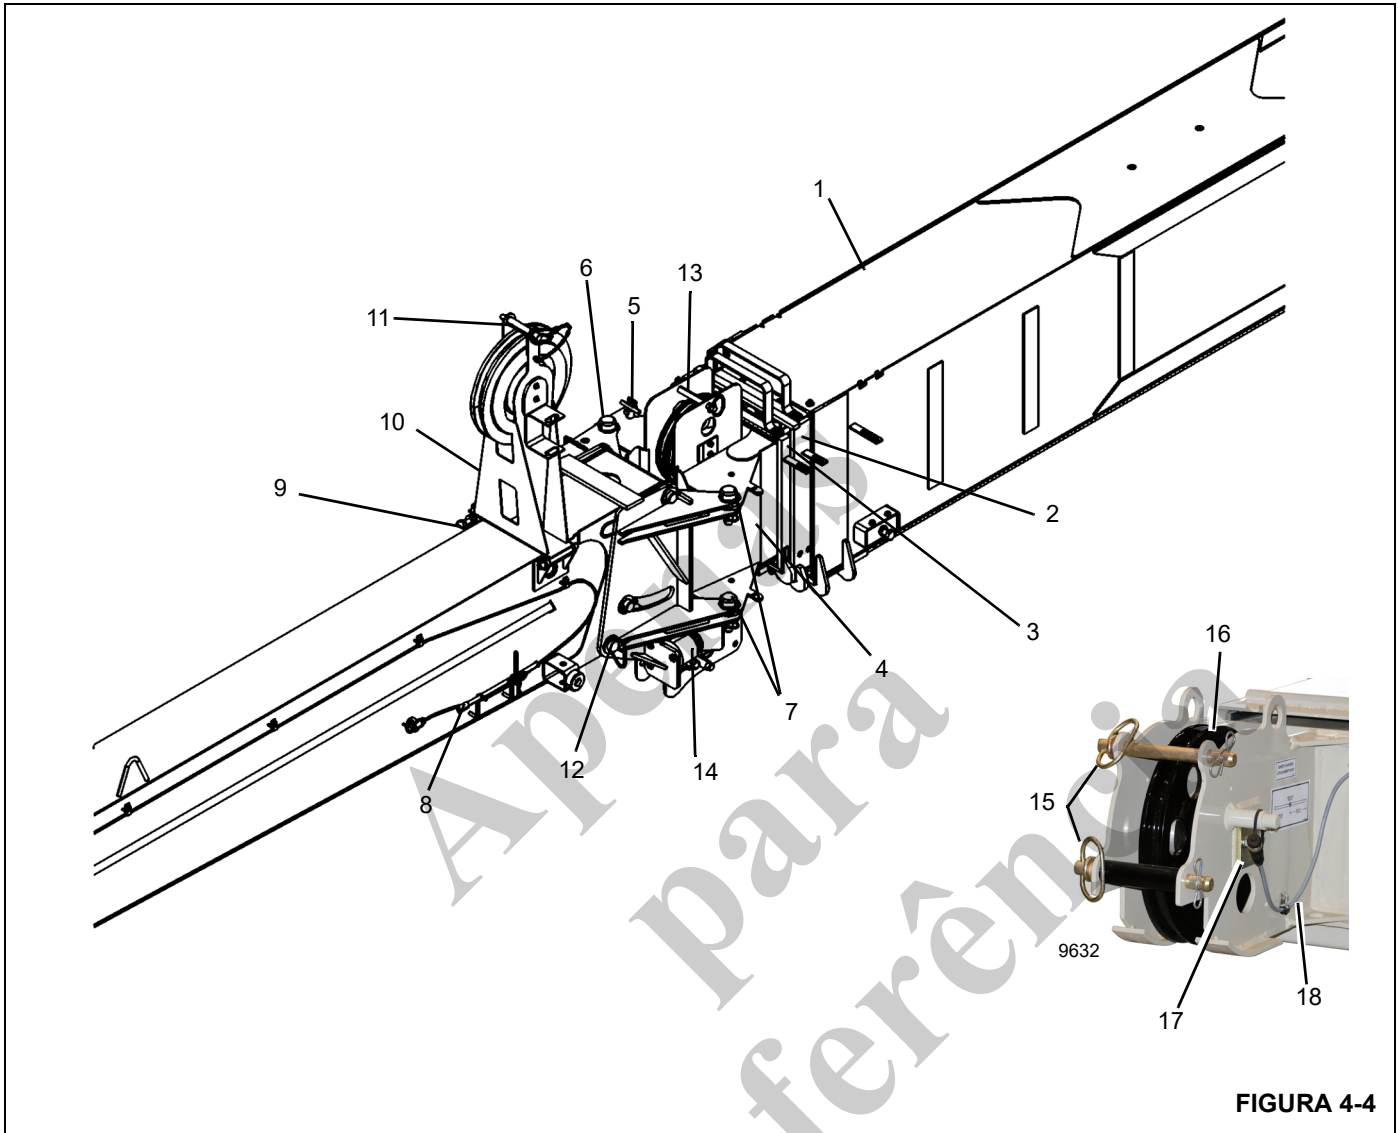

FIGURA 4-4
5. Localize a posição retraída dos pinos de fixação do lado esquerdo (7). Se nos furos do acessório do jib ou nos furos do jib da caixa de polias da lança, remova os pinos do local de armazenamento.
6. Verifique se o jib está engatado nos suportes de retração (dianteiro e traseiro) com o pino de retração (1) instalado e totalmente assentado antes de remover o pino de giro (5) da extremidade da lança.
7. Remova o pino de giro do jib (5) do olhal superior do jib.
9. Remova o pino de retração (1), retraia no suporte do gancho (3) e prenda com grampo de mola.
- c. Instale o pino de fixação inferior do lado esquerdo (7) e o grampo de mola.
- d. Abra a válvula de liberação do macaco e retraia o macaco (10).
17. Se ainda não o tiver feito, remova o retentor do cabo do conjunto do mastro (11, Figura 4-4). Remova os pinos de retenção do cabo e os pinos de trava (15) da ponta do jib. Passe o cabo de carga sobre o conjunto do mastro (10) e polia do jib (16) e instale o retentor (17). Instale o retentor do cabo do conjunto do mastro (11). Instale os pinos de retenção do jib utilizando pinos de trava (15). Instale o moitão na extremidade do cabo de carga.
23. Faça as conexões do cabo ATB (Figura 4-4) conforme necessário.
6. Abaixar o conjunto do mastro (10, Figura 4-4). Fixe com grampo de retenção e pino. Para obter mais informações, consulte *Ajuste do mastro de deslocamento*, página 4-14.
8. Remova os grampos de mola dos pinos de fixação do lado esquerdo (7, Figura 4-3 e Figura 4-4) nos olhais superior e inferior do jib.
10. Remova os pinos de fixação do lado esquerdo (7, Figura 4-3 e Figura 4-4) dos olhais superior e inferior do jib. Não remova os pinos de fixação do lado direito (6) neste momento. Os pinos de fixação do lado direito (6) serão usados como um ponto de pivô para girar o jib para a posição retraída. Pode ser necessária uma leve martelada para remover os pinos.
4. Fixe o cordame ao jib e eleve o jib com um guindaste auxiliar. Com o guindaste auxiliar sustentando o jib, remova os pinos de fixação do lado direito (6, Figura 4-4) nos olhais superiores e inferiores do jib. O jib agora está solto da lança.
1. Usando a função de elevação, abaixe a lança de forma que os pinos de fixação do lado direito (6, Figura 4-4) possam ser facilmente acessados do solo.
2. Fixe o cordame ao jib e eleve o jib com um guindaste auxiliar. Posicione o jib na extremidade da lança de modo que os pinos de fixação do lado direito (6, Figura 4-4) possam ser instalados para fixar o jib na extremidade da lança.
3. Instale os pinos de fixação do lado direito (6) nos olhais superior e inferior do jib. Prenda os pinos com os grampos de retenção de mola. Os pinos de fixação do lado direito são usados como pontos de pivô para girar o jib para a posição retraída. O jib está agora fixado na lança e pronto para retrair.
O conjunto do mastro (10, Figura 4-4) deve ser posicionado na parte superior da seção da base antes de tentar usar o jib nas posições de deslocamento de 0 ou 30 graus. Não fazer isso pode causar danos ao mastro e/ou ao adaptador do jib.
O conjunto do mastro (10, Figura 4-4) deve ser posicionado na parte superior da seção da base antes de tentar usar o jib nas posições de deslocamento de 0, 15 ou 30 graus. Não fazer isso pode causar danos ao mastro e/ou ao adaptador do jib.